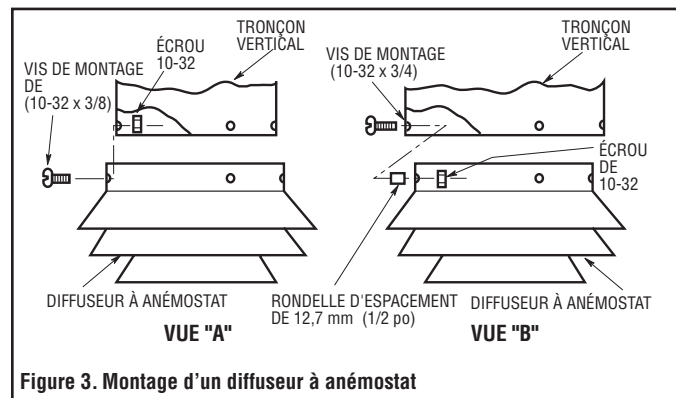

Figure 3. Montage d'un diffuseur à anémostat
2. Dans le cas des petits (-S) et des grands (-L) diffuseurs, glisser l'anémostat sur le tronçon vertical et le fixer à l'aide de trois boulons de 9,5 mm (N° 10-32 x 3/8 po) et d'écrous. (Voir la figure 3, vue A).